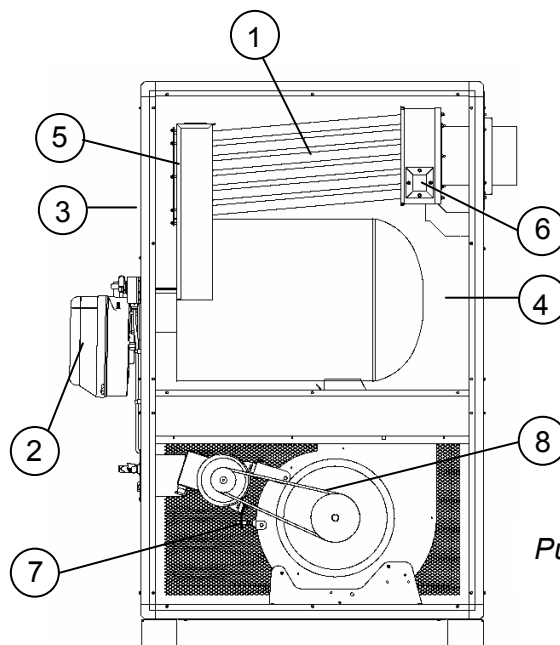
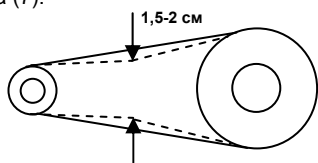

Рис.2
Рис.3
Эти работы следует проводить как минимум раз в год или по мере необходимости – в конце отопительного сезона. Из камеры сгорания и обменника следует удалить сажу. Причиной образования слишком большого количества сажи может быть дефектный дымоход, плохой монтаж горелки или низкое качество топлива. Наличие чрезмерного количества сажи можно по тому, что генератор будет самопроизвольно выключаться. Доступ к камере сгорания (Рис.2) и обменнику (1) возможен только после откручивания горелки (2), снятия панели корпуса (3, 4,) и панелей, закрывающих камеру сгорания (5, 6).
Минимум раз в год или по мере необходимости следует проверять натяжение клиновидного ремня (8) (Рис.2). Ремень следует натянуть одной рукой посередине (Рис.3) – прогиб должен составлять 1,5-2 см. Если прогиб значительно отличается от указанного, то следует его отрегулировать при помощи шурупа (7).